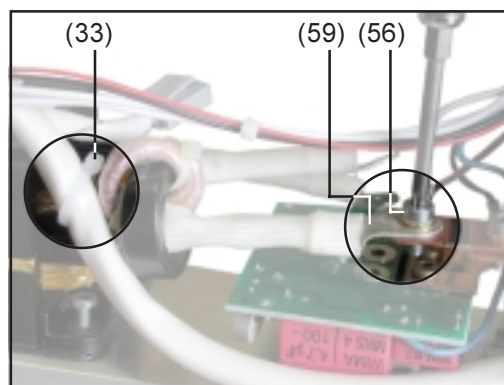

Abb. 8
- Trafo mittels vier Schrauben M4x14 - TX20 (31) am Trafo montieren
- Schrauben M4x14 - TX20 (31) mit 2 Nm festziehen
- TP 1500 TIG: Kabelbinder Trafo/ Gasschlauch (33) befestigen (Abb.8)